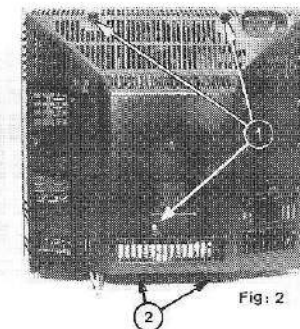

Fig. 2
20) — DOS — (Fig. 2)
- Dévisser les 3 vis (1) imperdables compléent.
- Exercer une pression de bas en haut dans les encoches (2) de façon à dégager le bas du dos et ôter ce dernier.